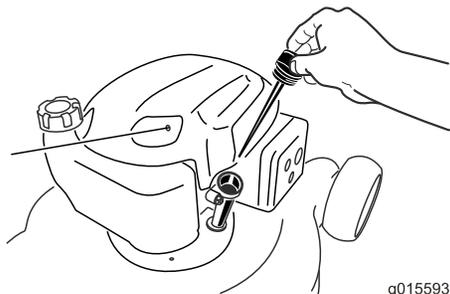

Figure 11
2. Retirez la jauge (Figure 11) et versez de l'huile dans le tube de remplissage pour remplir le carter moteur aux 3/4.